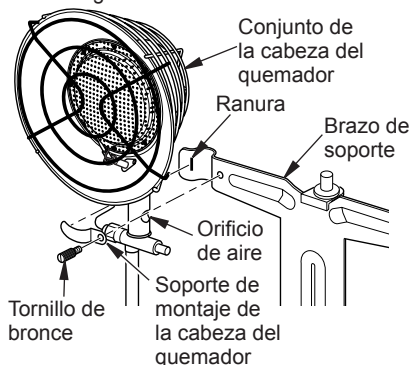

Figura 3 - Cómo conectar el conjunto de cabeza del quemador al brazo de soporte
4. Instale el conjunto de quemadores en el brazo de soporte, utilizando los soportes de montaje de las cabezas de los quemadores y los tornillos de bronce como se muestra en la figura 3, pagina 5. Introduzca el costado del soporte en la ranura del brazo de sopor-